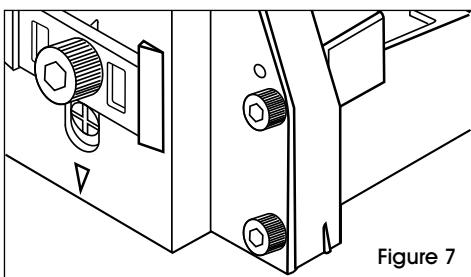

Figure 7
**Agrafage :** Saisissez la poignée à une main. Positionnez l'agrafeuse à l'emplacement voulu sur la boîte en ligne. Il y'a une petite saillie de chaque côté du cadre pour aider à localiser la position de l'agrafe. Appuyez sur la détente. La fermeture la plus solide exige que les agrafes en bordure soient installées près des rebords de la boîte. Vérifiez les exigences d'emballage. Testez la fermeture des agrafes sur un échantillon du carton à utiliser. Réglez la pénétration et le niveau de serrage de la fermeture. (Voir Figure 7)